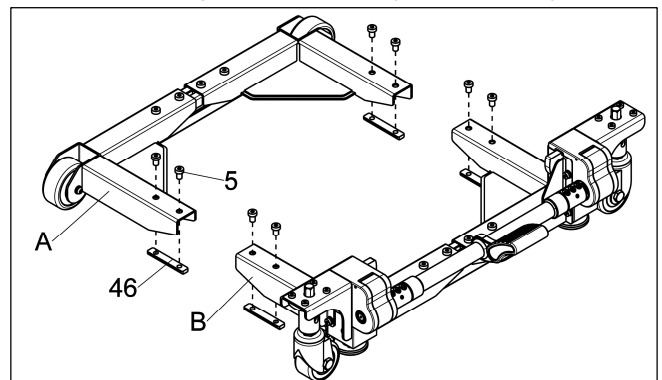

Abb.7
c. Befestigen Sie das in Schritt a entfernte Befestigungselement "5" und die Sperrblöcke "46" an der Bockrollen-Baugruppe "A" und der Lenkrollen-Baugruppe "B" vor. (siehe **Abb.7**)